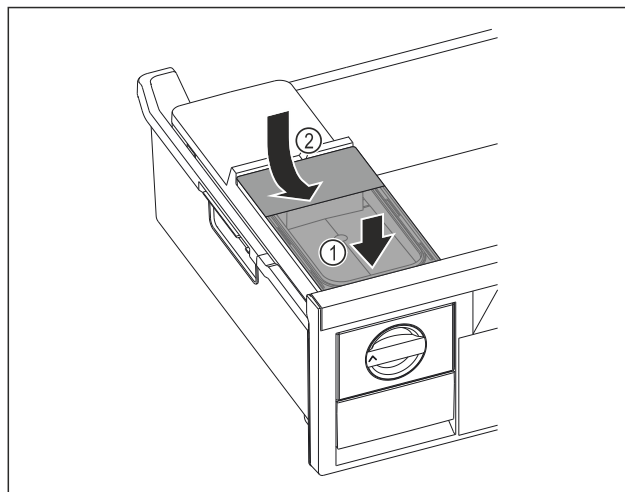

Fig. 77
- Placera vattenbehållaren framtill. Fig. 77 (1)
- Sänk ned vattenbehållarens baksida. Fig. 77 (2)